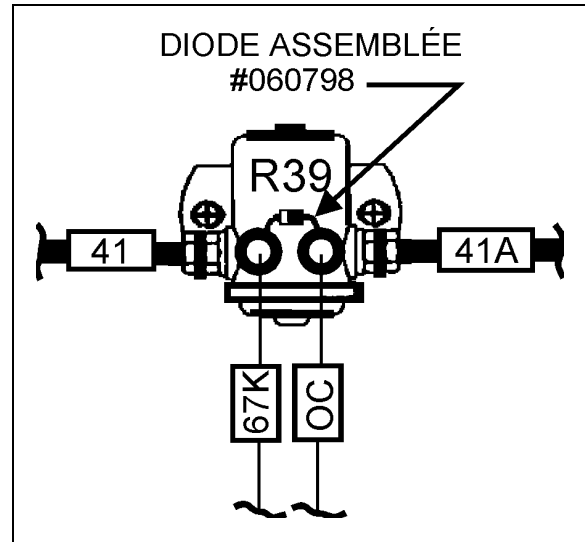

FIGURE 5
7. Dénuder l'extrémité du fil #41, sertir une cosse à anneau (#561246) puis brancher au relais R39 tel qu'illustré à la figure 5. Serrer l'écrou à un maximum de 40 lbf•po.
9. Mettre la diode assemblée (#060798) en place sur le relais R39 tel qu'illustré à la figure 5, dénuder l'extrémité du fil #67K, sertir une cosse à anneau (#560815) puis brancher au relais R39. Serrer l'écrou à un maximum de 20 lbf•po.
**Attention:** S'assurer de bien positionner la diode assemblée tel qu'illustré à la figure 5.